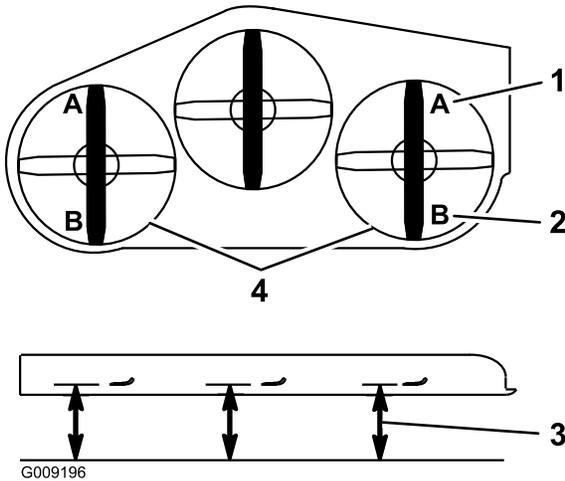

Figura 114
9. En ambos lados de la carcasa, mida desde la superficie nivelada hasta la punta delantera de la cuchilla (Posición A), según se muestra en Figura 114.
15. En ambos lados de la carcasa, mida desde la superficie nivelada hasta la punta trasera de la cuchilla (Posición B), según se muestra en Figura 114.